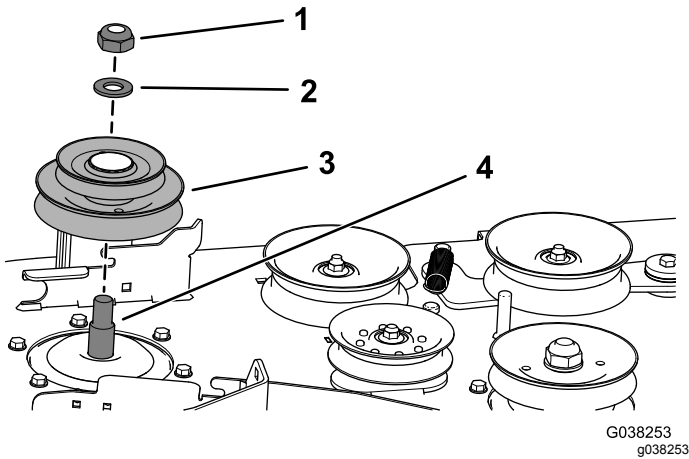

Bild 11
- Befestigen Sie die neue Doppel-Riemenscheibe mit der Sicherungsmutter ($\frac{3}{4}$ ") und der Unterlegscheibe auf der rechten Spindelwelle (Bild 11).